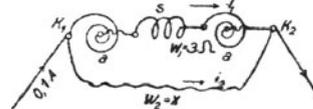

Fig. 20.
88. Es soll ein 1 ohmiges Weston-Galvanometer mit der Konstanten $C = \frac{1}{000}$ gebaut werden. Leider stellt sich heraus, daß der Widerstand der beiden Federn aa (Fig. 20) und der Spule s bereits $3 [2,5] (2,8) \Omega$ beträgt. Man muß daher parallel zu diesem Widerstand einen Widerstand w_2 legen, so daß der Kombinationswiderstand beider 1Ω ist. Gesucht: